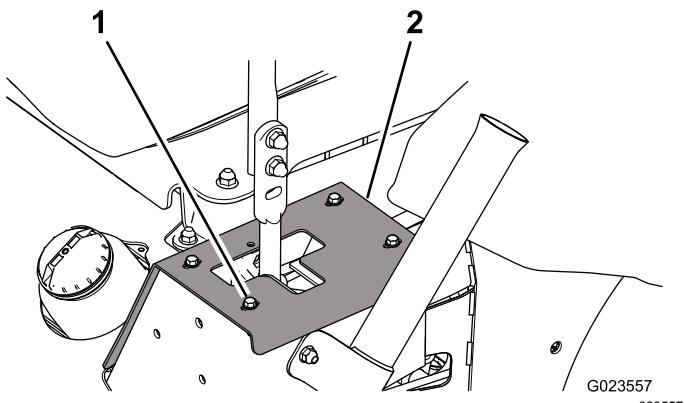

Figure 62
2. Pour accéder aux boulons de fixation de l'amortisseur, retirez les boulons qui fixent les plaques de butée au cadre (Figure 62).